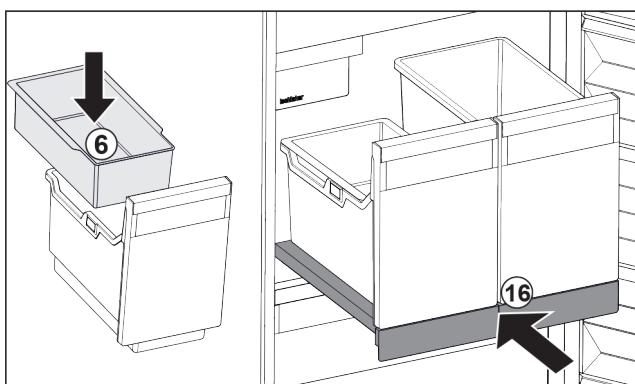

Fig. 130
- ▶ Vstavite obešalno skodelico *Fig. 130 (6)* za ledene kocke.
- ▶ Vstavite izvlečno polico s posodo (IceTower). *Fig. 130 (16)*